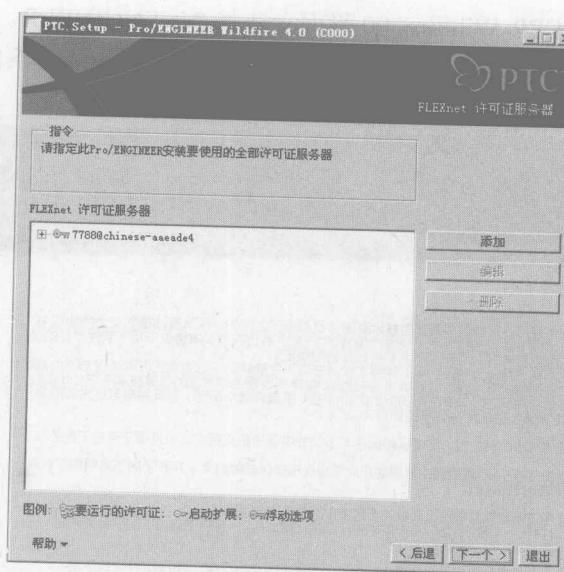

图 1-9 FLEXnet 许可证服务器界面
- (5) 选择完成后，单击【下一个】按钮跳转到导入 FLEXnet 许可证服务器界面，如图 1-9 所示。